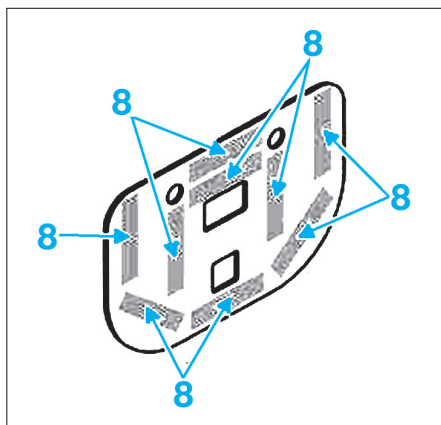

FIG. 15
- Mettre en place les différents morceaux de grille d'activateur (8) sur la plaquette de réparation (Fig.15).